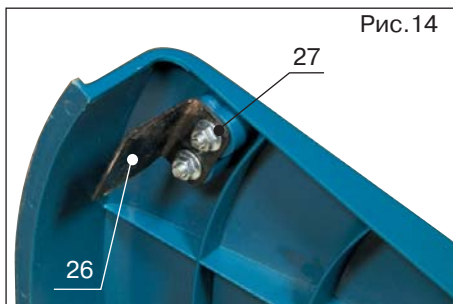

Рис.14
- Для обрезания лишней длины установленной лески, необходимо закрепить на защитном кожухе металлический нож (поз.26, рис.14) при помощи комплекта винтов и гаек (поз.27, рис.14)